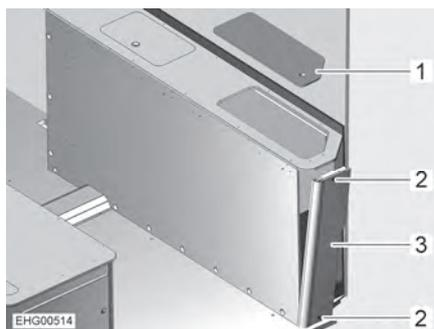

Fig. 121 Coffre de banquette droit
- Retirer le couvercle de service (Fig. 121,1).
- Dévisser 2 vis (Fig. 121,2).
- Passer la main dans le coffre de banquette par le haut et presser légèrement la paroi latérale (Fig. 121,3) vers l'extérieur.